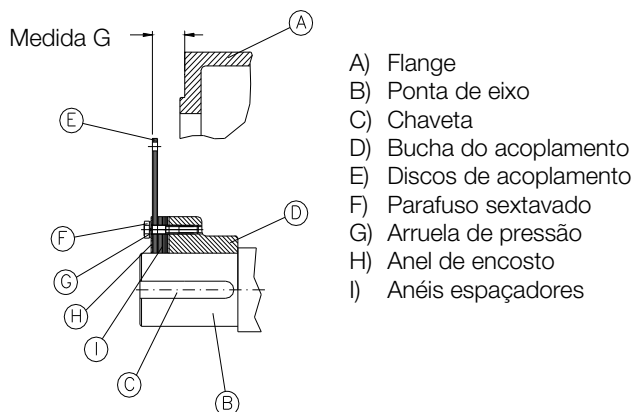

Figura 4.13 - Procedimento para alteração da medida G
Para isso basta retirar ou adicionar os **anéis espaçadores (I)**, conforme indicado na Figura 4.13.